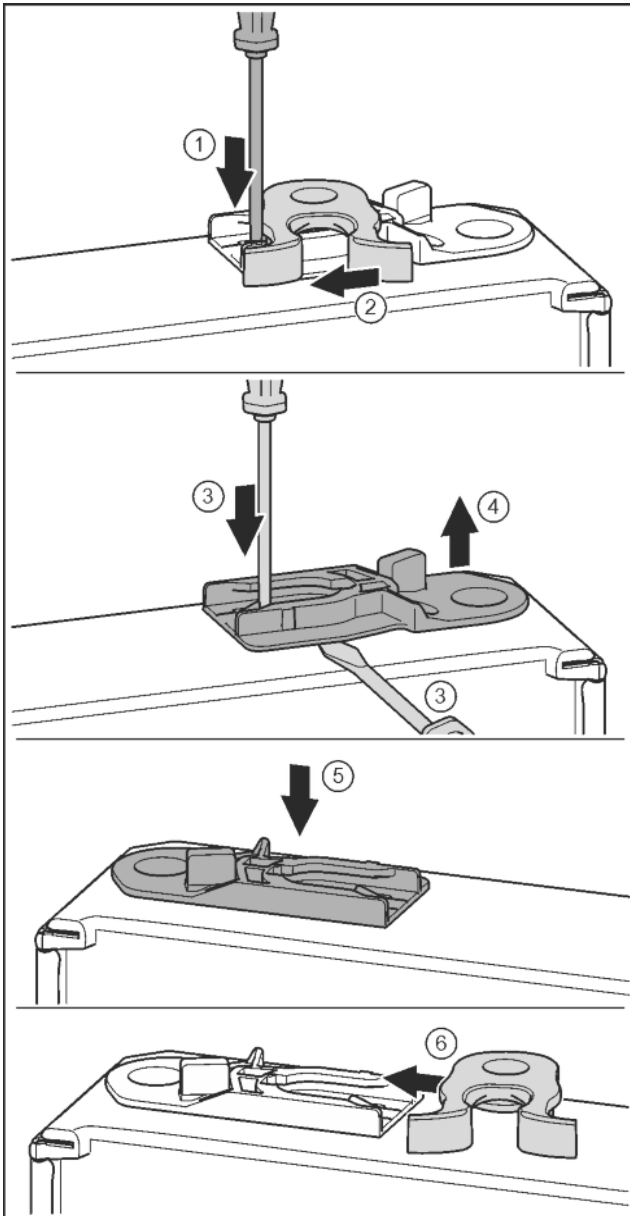

Fig. 19
- Lasche mit Schlitzschraubendreher nach unten drücken. Fig. 19 (1)
- Schließhaken aus Führung ziehen. Fig. 19 (2)
- Führungsbuchse herausziehen: Lasche mit Schlitzschraubendreher drücken und gleichzeitig mit Schlitzschraubendreher unter Führungsbuchse fahren. Fig. 19 (3, 4)
- Im Lieferumfang beiliegende Führungsbuchse auf anderer Gehäusesseite einschieben. Fig. 19 (5)
- Schließhaken in Führung schieben. Fig. 19 (6)